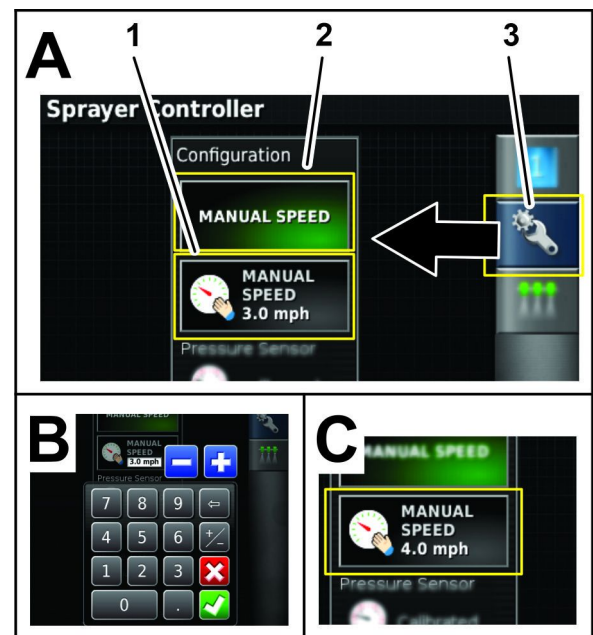

Figure 179
6. Appuyez sur l'icône VITESSE MANUELLE (Figure 179).
7. Appuyez sur l'icône de saisie de vitesse manuelle (Figure 179).
8. Avec le clavier virtuel, saisissez la vitesse simulée et appuyez sur l'icône de confirmation (Figure 179).